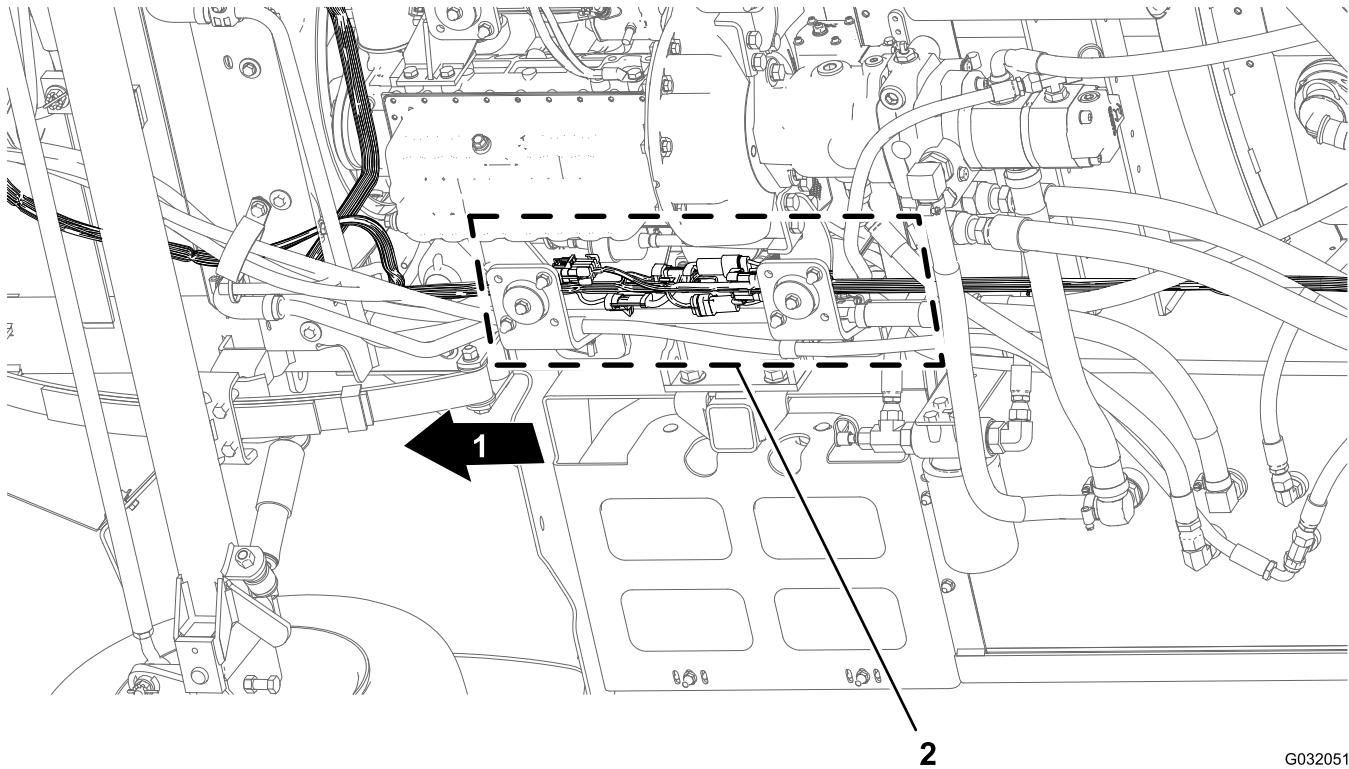

图14
1. 沿着机器下方的右机架管找到机器前后线束的电气接头 图14。